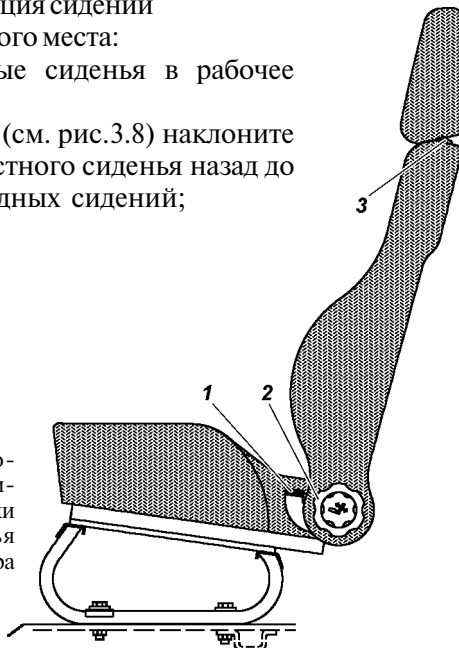

Рис. 3.7. Переднее сиденье:
- вниз также усилием руки, но при нажатой кнопке 3 (рис. 3.7) фиксатора подголовника.
Регулировка **передних сидений** в продольном направлении осуществляется с помощью рычага 1 (см. рис. 3.7):